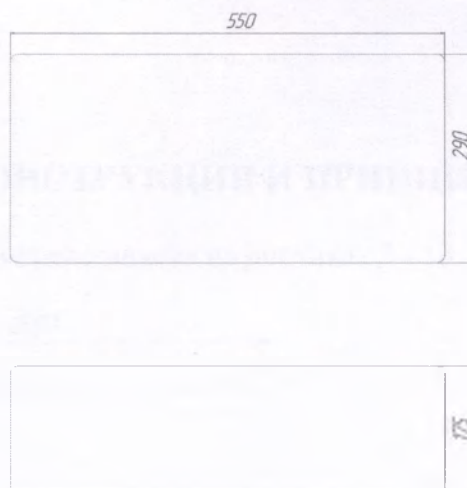

Рис.1. Схема ступени одноуровневой
- Ступень одноуровневая, имеющая габаритные размеры, не более (550х290х175) мм и массу, не более 3,25 кг. (рис. 1)